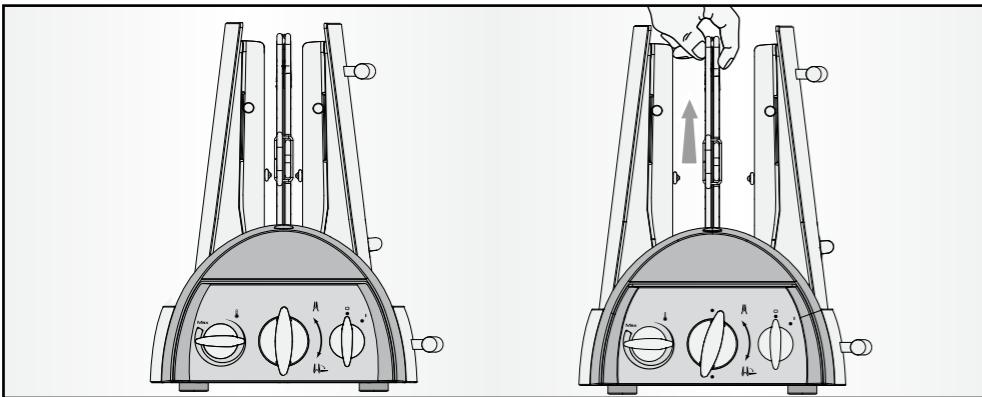
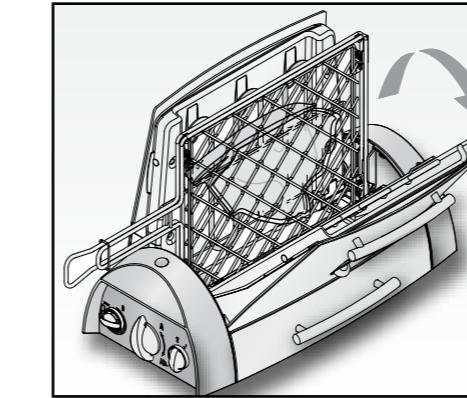

Fig. 2
Fig. 4
- Rimuovere la griglia (16) ruotando la manopola di regolazione distanza piastre (5) in senso orario alla massima estensione, e sfilare la griglia (16) estrarendola verso l'altro (Fig. 2).
- Ruotare nuovamente la manopola regola distanza piastre (5) in senso antiorario, per richiudere le piastre.
- Inserire la spina alla presa di corrente, accendere la griglia ruotando la manopola I-O (4); a questo punto la spia (7) si accenderà.
- Attraverso la manopola (6), impostare la potenza della temperatura di cottura.
- Disporre alla massima distanza le piastre, ruotando in senso orario la manopola apertura piastre (5) (Fig. 2).
- Inserire la griglia (16), con il cibo da cuocere, all'interno dell'apparecchio, in modo che i due piedini sulla parte bassa, della griglia, si innestino perfettamente nelle fessure all'interno dell'apparecchio. Riaccostare le griglie ruotando in senso antiorario la manopola apertura piastre (5).
- Regolare la distanza delle piastre (13), in base ai cibi da cuocere, ruotando la manopola (5) (Fig. 2)
- Durante la cottura dei cibi è possibile controllare la cottura: dopo aver aperto le piastre mediante la manopola (5) (Fig. 2), aprire la piastra destra, spostando verso l'alto il cursore apertura piastra (14) e ruotandola verso il basso (Fig. 4).